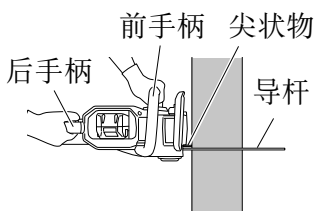

图 23
- (4) 在水平锯割木材时，将机体向右转，使导杆位于下方，并以左手握住前手柄上侧。水平握住导杆，将位于机体前部的尖状物置于腰部。将尖状物作为支点，通过将后手柄向右转动以切入木头。（图 23）